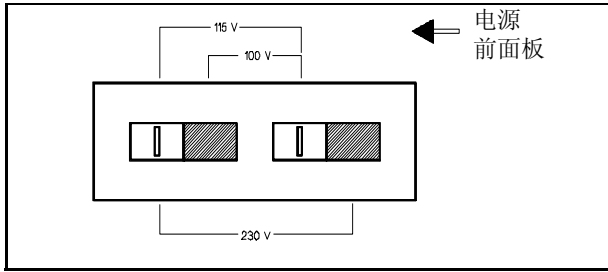

图 2, 线电压选择器 (设置为 115 Vac)
- 设置印刷电路板上的线电压选择器开关的两个选项, 以获得所需的线电压 (参见图 2)。